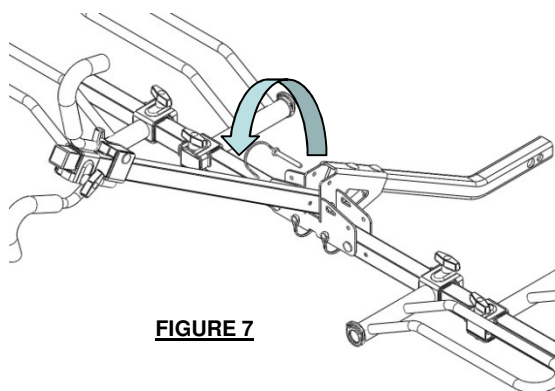

FIGURE 7
1. Cargue primero la bicicleta interior. Hale el pasador de liberación y rote el tubo central hacia abajo como se ilustra. (Fig 7)
1. Charger le vélo positionné vers l'intérieur en premier. Tirer la goupille en arceau et tourner le tube central vers le bas, comme illustré. (Fig. 7)